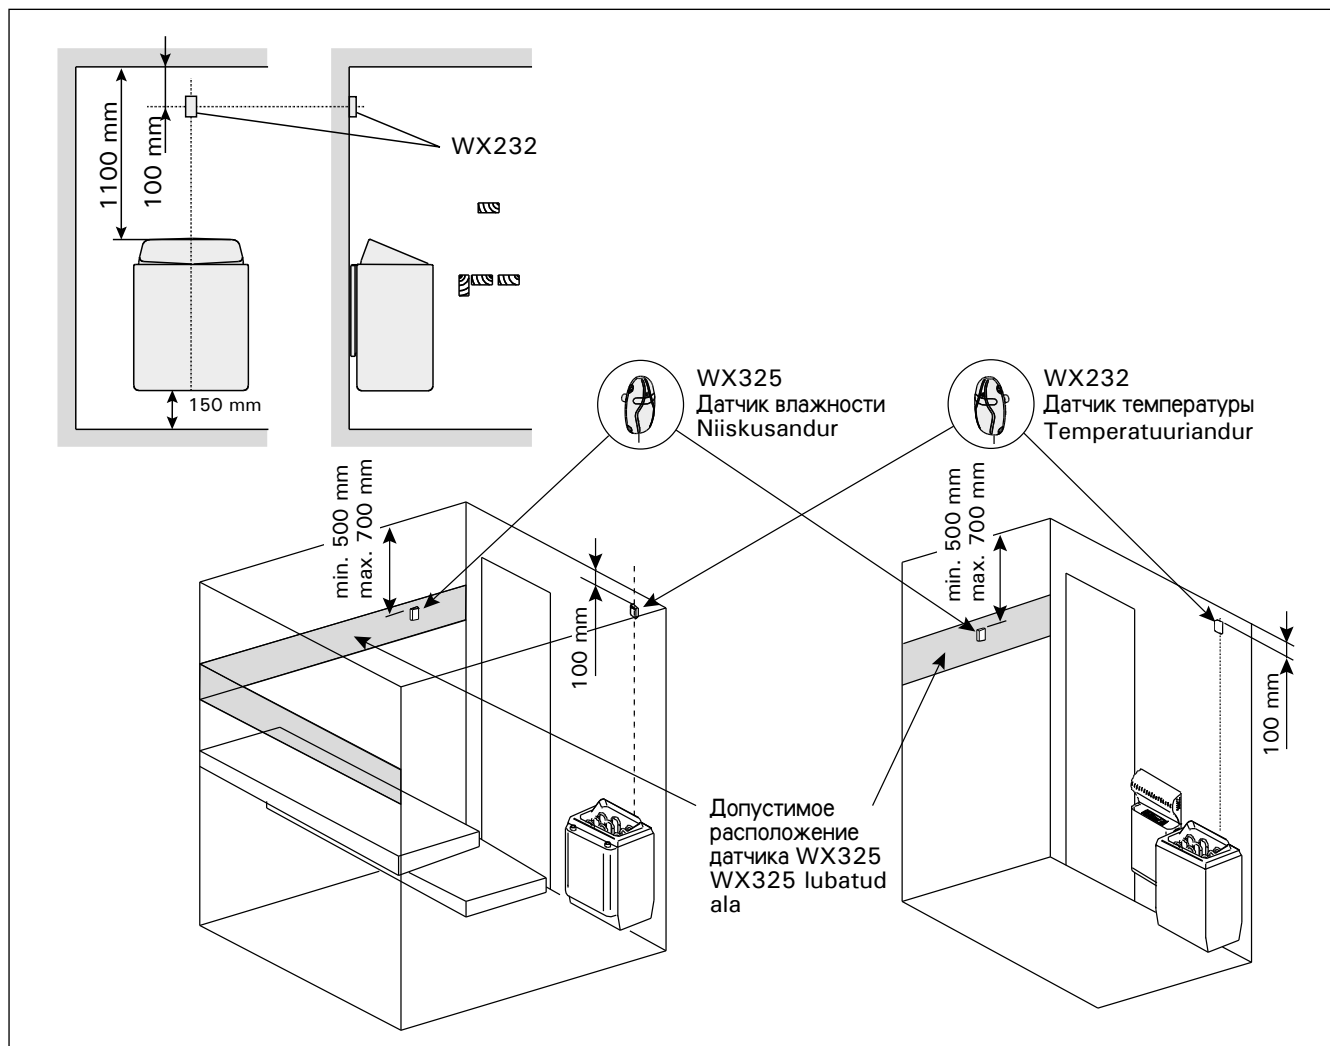

Рисунок 8. Расположение датчиков температуры и влажности относительно настенных нагревателей
3.3. Установка температурного датчика Настенные нагреватели (рис. 8)
Датчик влажности следует устанавливать на стену на максимально возможном удалении от каменки на расстоянии 500–700 мм от потолка. См. рис. 8 и 9.